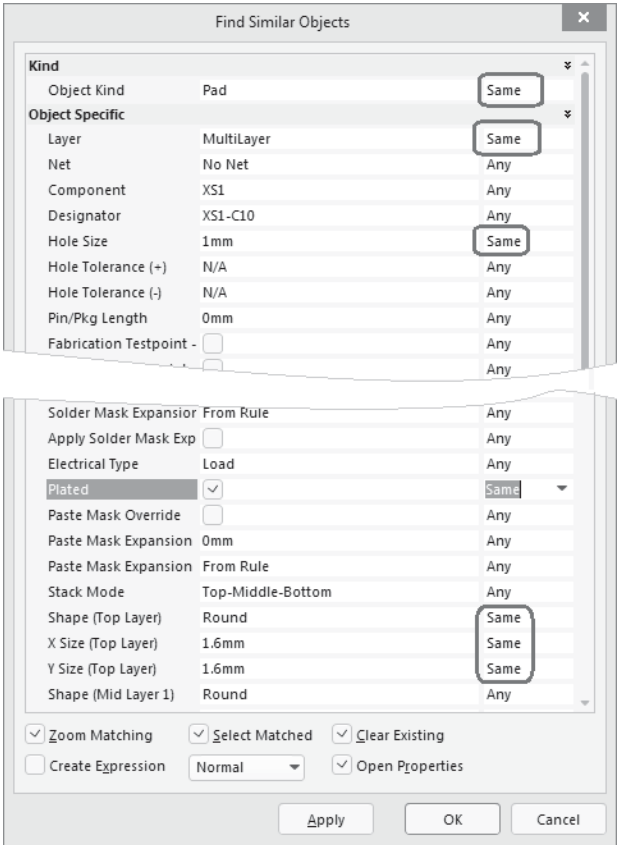

Рис. 7.22. Диалоговое окно группирования объектов
2. Щелчком правой кнопки мыши вызвать контекстное меню и выбрать в нем команду **Find Similar Objects** (Найти подобные объекты) — откроется одноименное диалоговое окно (рис. 7.22), в котором отображаются вид (**Object Kind**) и исчерпывающий набор параметров пока что одного выбранного объекта (**Object Specific**) — КП круглой формы диаметром 1,52 мм на всех сигнальных слоях, с круглым металлизированным (**Plated**) монтажным отверстием диаметром
1. Аналогично предыдущему примеру, щелчком правой кнопкой мыши на одном из резисторов вызвать контекстное меню и выбрать в нем команду **Find Similar Objects** (Искать подобные объекты) — откроется одноименное диалоговое окно (см. рис. 7.22), где в области **Kind** (Тип) указан тип объекта: компонент **Object Kind | Part** и по умолчанию принят признак для группирования **Same** (Такой же).